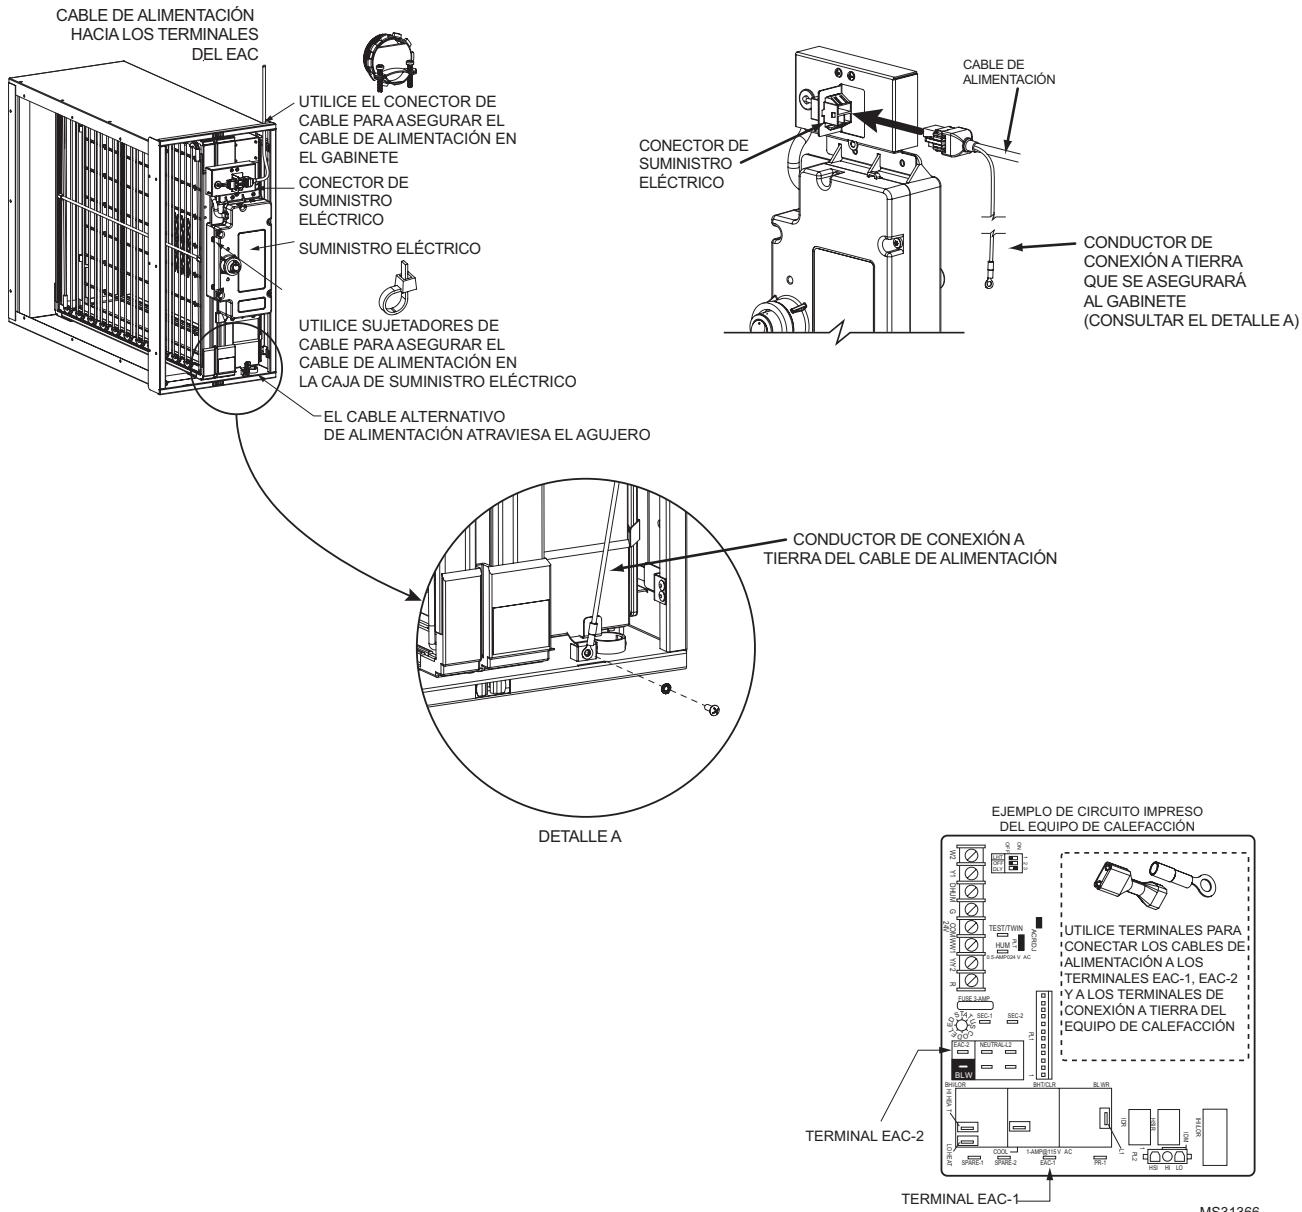

Fig. 15. Conexiones eléctricas.
- c. Enchufe el cable de alimentación en el conector de suministro eléctrico (ver Fig. 15).
- d. Con el tornillo incluido en el terminal de conexión a tierra, asegure el conductor de conexión a tierra del cable de alimentación al terminal de conexión a tierra en el gabinete (ver Fig. 15).
**Modelos FH8000F:** desconecte el cable de alimentación del módulo de mejoramiento (ver Fig. 15 en la página 17).
- Modelos FH8000F:** vuelva a conectar el cable de alimentación (ver Fig. 15 en la página 17).